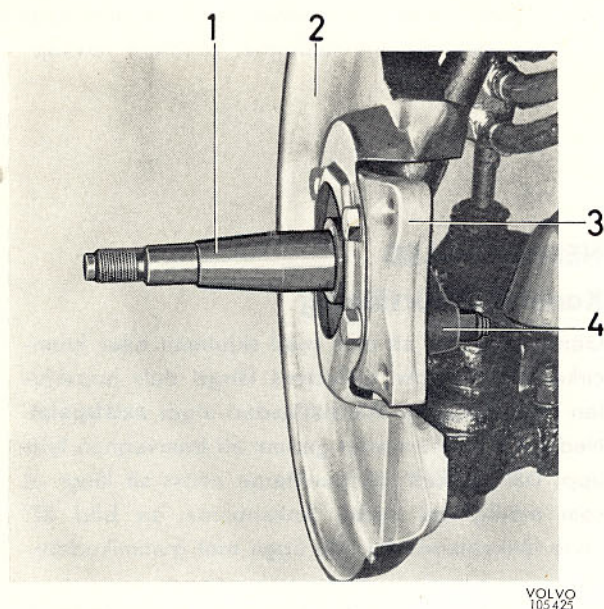

Bild 24. Framvagnsdetaljer
2. Montera styrarm, hållare och skyddsplåt på spindeln, jämför bild 24.